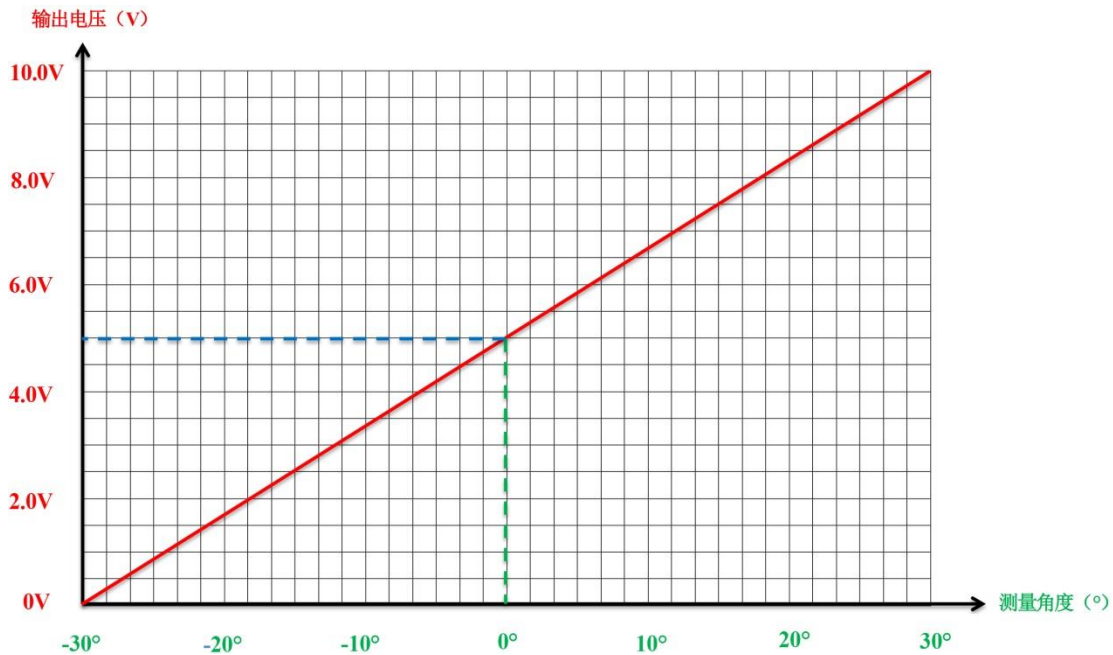

图 1 角度测量范围
例如 QKQH-104F-30-V010-6C15 :表示 0~60°(±30°)测量范围 ,0~10V 线性输出电压信号 , 如图 1 所示 ;
1) 传感器的安装面与被测量面固定必须紧密、平整、稳定，如果安装面出现不平容易造成传感器测量夹角误差。见图1、2